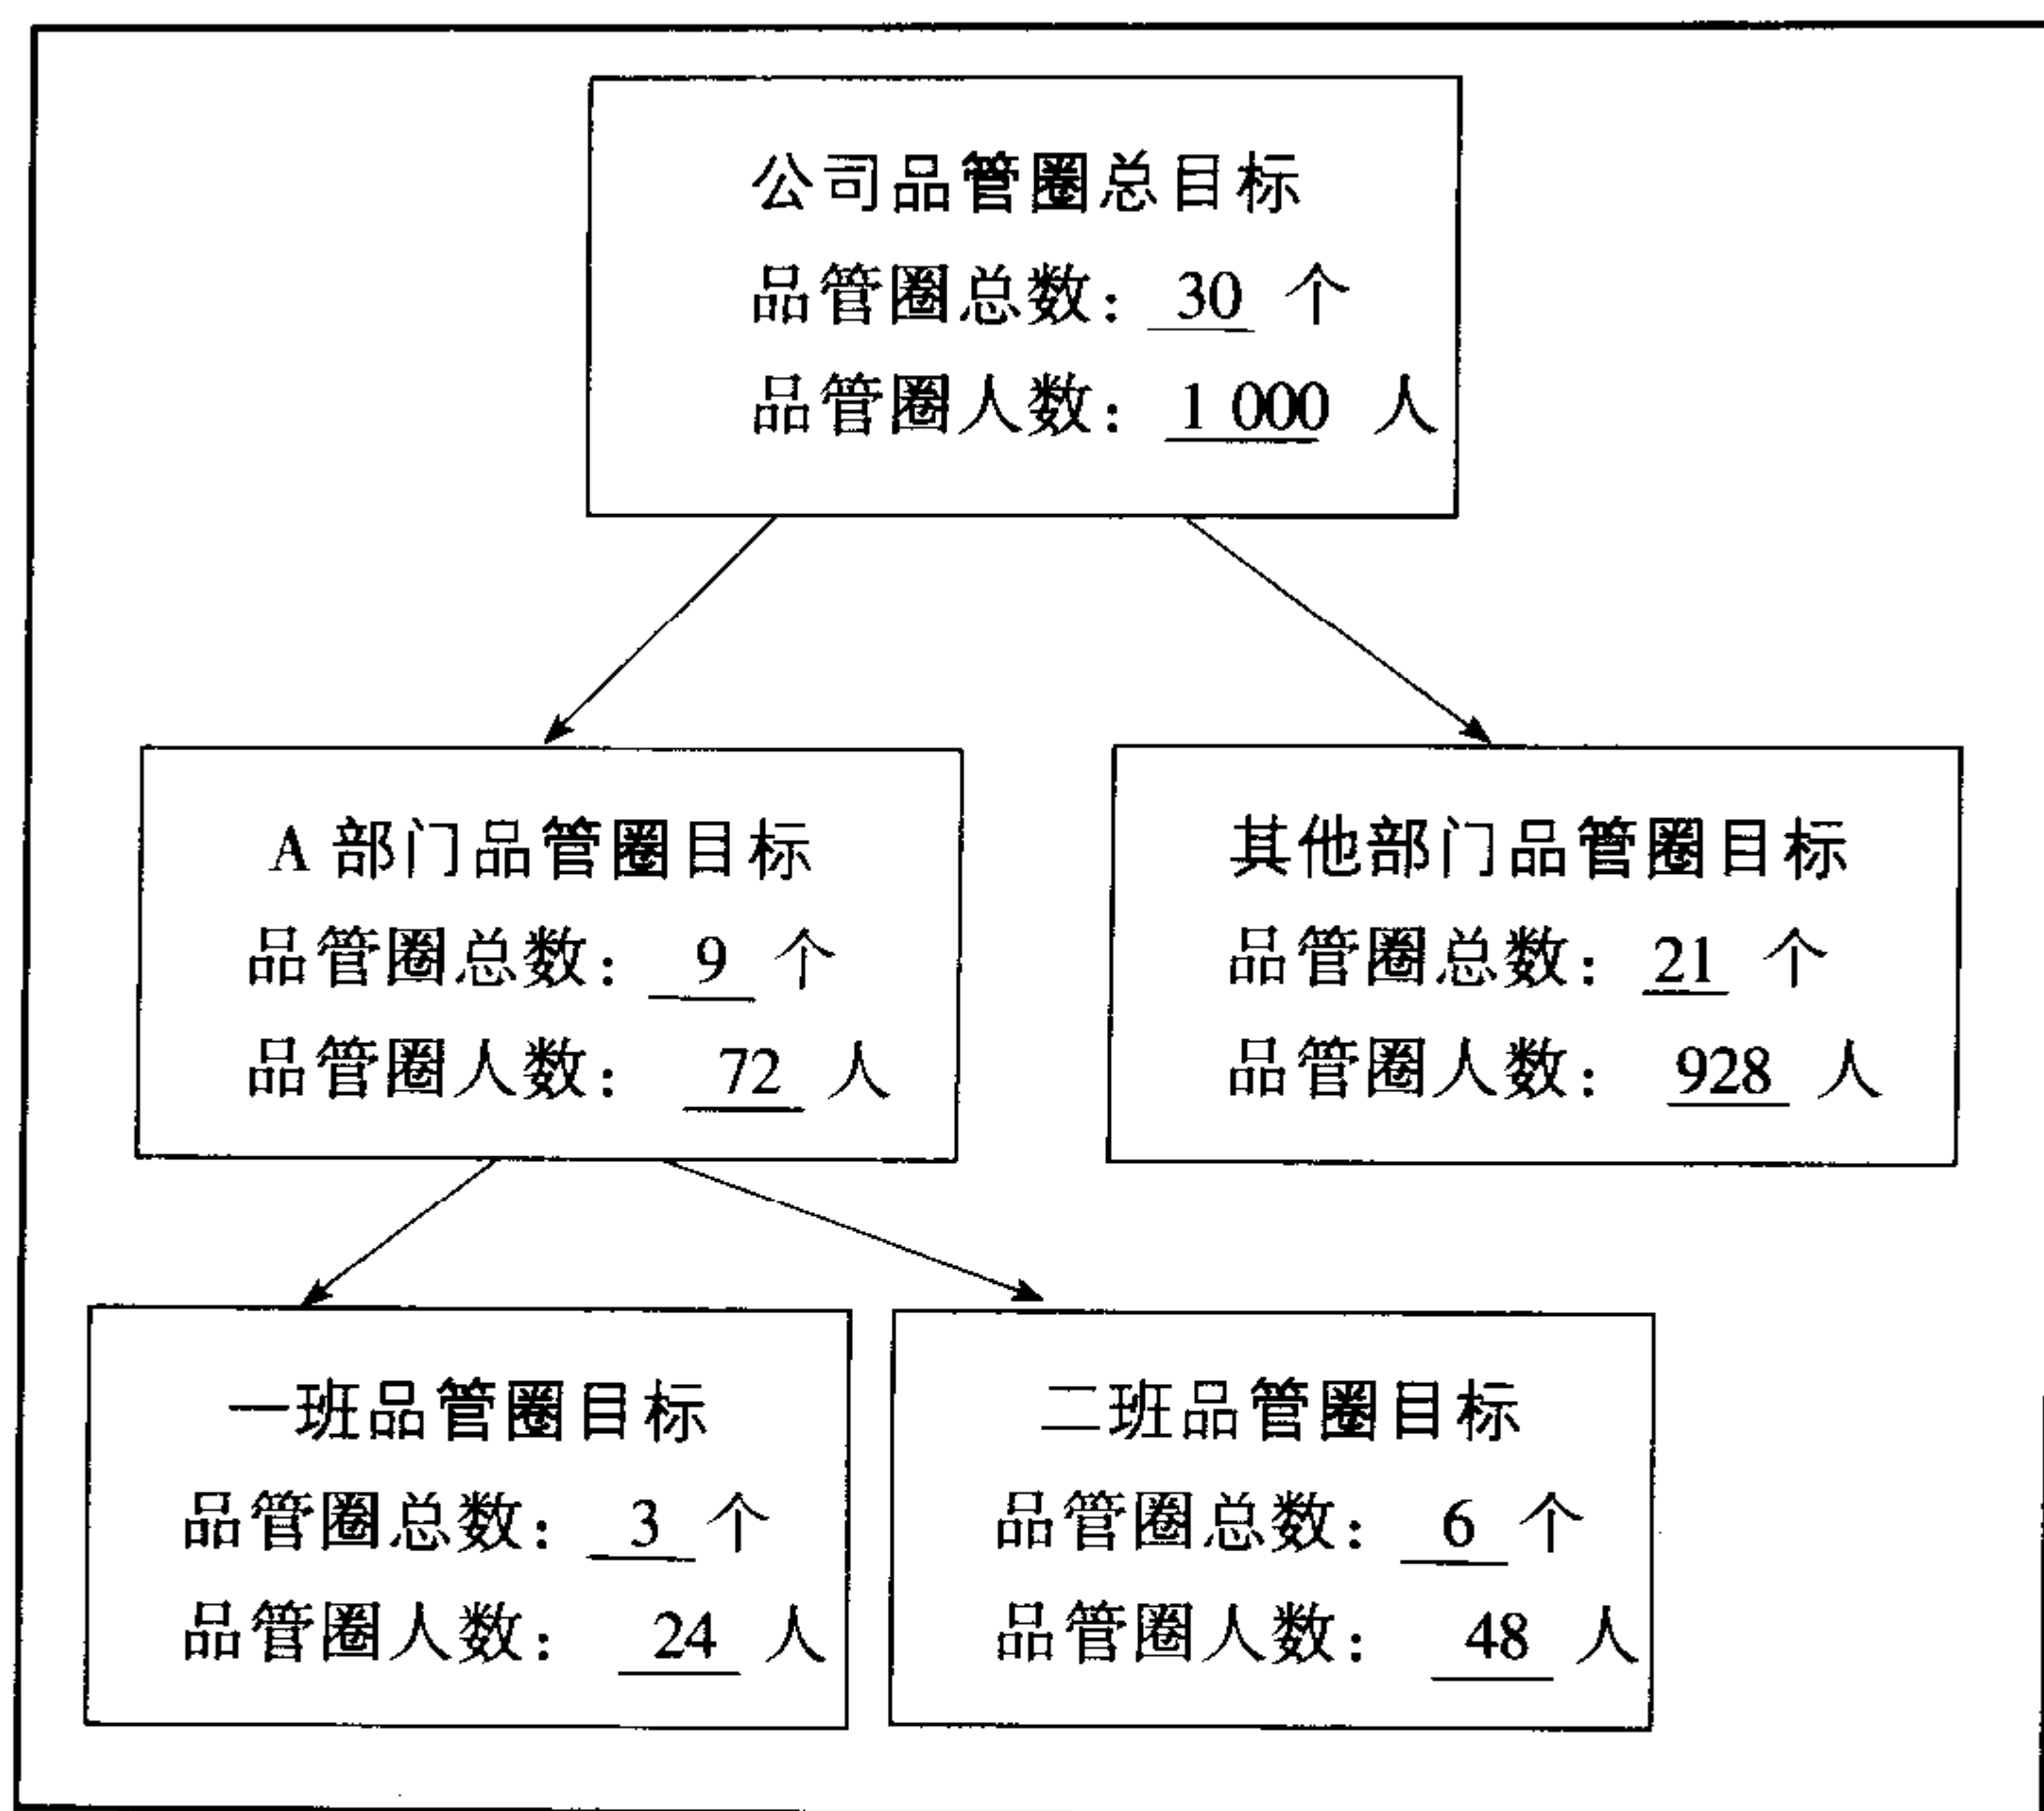

图 2-5
(1) 目标任务原则。公司品管圈总目标有了，部门、班组的目标就可以确定下来，如图 2-5 所示。
从图 2-5 可知，只有明确目标，才可确定好任务，只有将目标任务确定下来，部门、班组品管圈的活动才能确定下来。因此做好目标任务的分解和目标管理是品管圈推进委员会的中心工作。